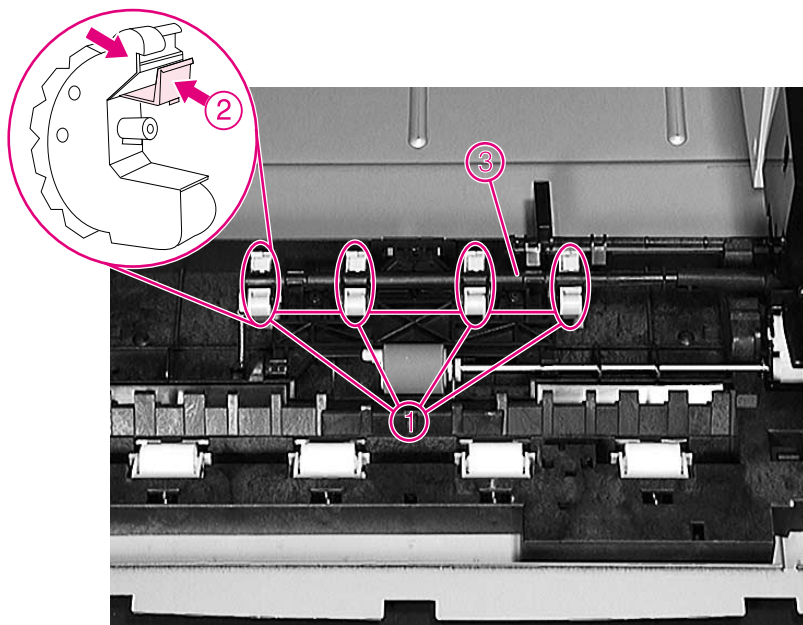

Figure 13
- 1 Faites pivoter l'axe des rouleaux d'entraînement (figure 13, détail 3) de 90 degrés.